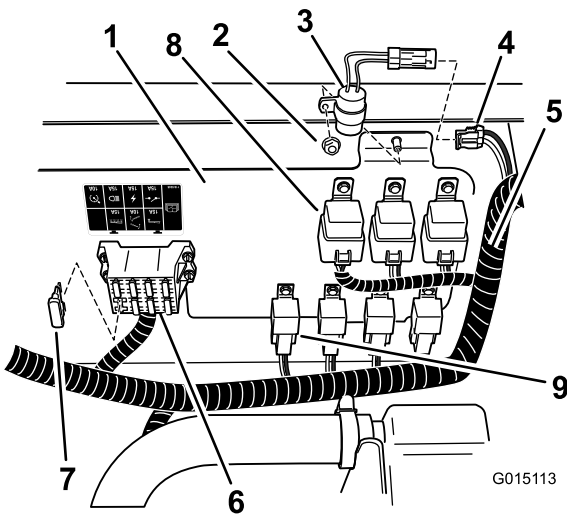
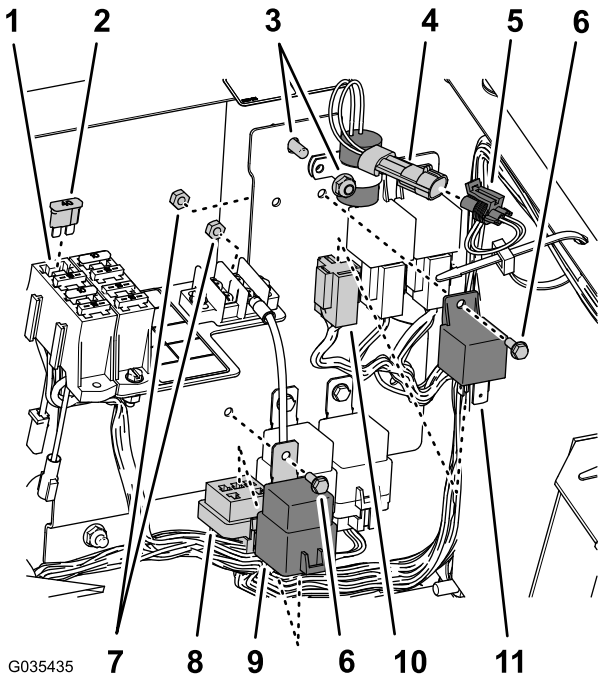
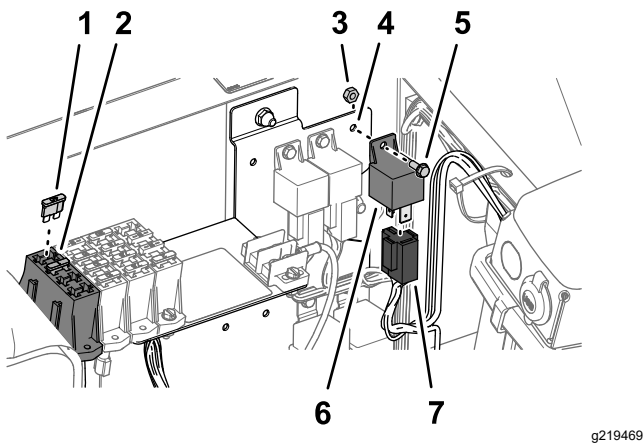

图 34
图 35
图 36
- A. 用配电箱上的锁紧螺母将延时计时器安装到图 34 或图 35 所示的位置。
B. 将计时器连接至机器线束标有延时计时器的 2 插槽接头图 34 或图 35。
3. 如图 34、图 35 或图 36 所示在保险丝盒的空槽中安上安保险丝40A。
4. 找到和同一继电器款式相同的继电器和电源继电器并用 2 个凸缘头螺栓#10-24 x ½ 英寸和 2 个锁紧螺母#10-24将其安装到配电板上图 34、图 35 或图 36。
5. 如图 34、图 35 或图 36 所示找到主线束的 5 插槽接头和 4 插槽接头将它们连接到继电器 4 针和电源继电器 5 针上。